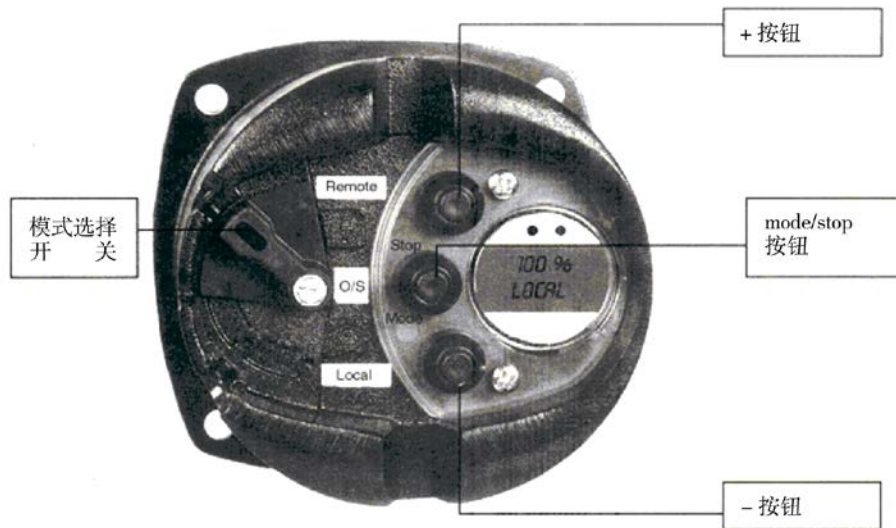

图6 操作面板
- 按钮：包括增加按钮（+）、减少按钮（-）和模式按钮（MODE/STOP），见图6。当操作面板的罩盖打开后，在CPU板上也有三个按钮开关与上述三个按钮的功能相同，模式选择开关由CPU板左上部的跳线代替，安装罩盖前须将跳线置于O/S位置。
通过本机控制板操作或调整之前，先置模式选择开关于LOCAL位置，见图6。mode/stop键有长按和点按两种操作方式，长按用于进入菜单，点按用于确认或退出菜单。“+”“-”键可用于上下翻动菜单或设置参数的增减，在就地操作或设置阀位零点和满点时可驱动输出轴转动。